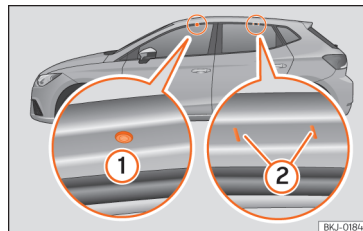

Fig. 142 Pontos de fixação das barras longitudinais para o porta-bagagens de tejadilho.
Os pontos de fixação dianteiros e traseiros ① e ② só se podem ver com as portas abertas » » Fig. 142.